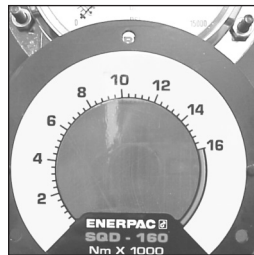

图 11
3. 将新扭矩盖(记住对照 Enerpac 扭矩扳手检查所用扭矩盖是否正确)插到法兰上,将扭矩盖对准法兰背面的凹陷(见图 11)。